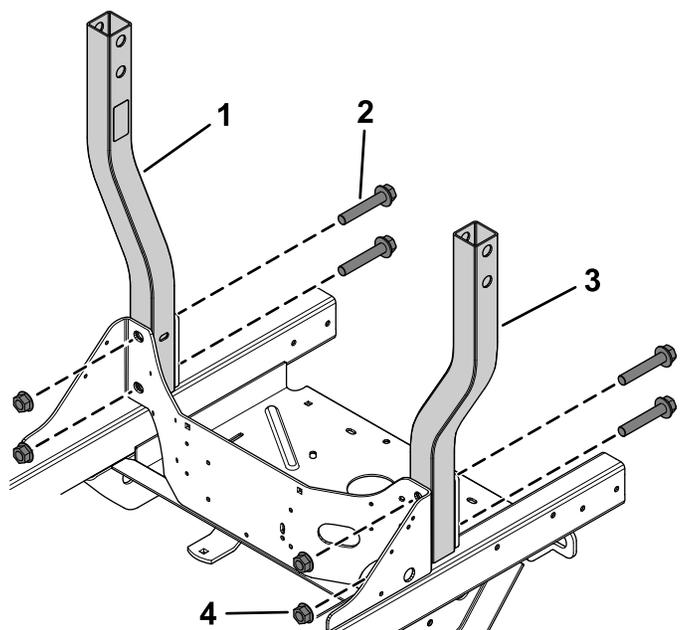

Figura 1
1. Fissate senza serrare i gruppi roll bar inferiori al tosaerba utilizzando 2 bulloni a testa flangiata ($\frac{5}{8}$ " x $3\frac{1}{2}$ " e 2 dadi di bloccaggio ($\frac{5}{8}$ " su ogni lato (Figura 1).